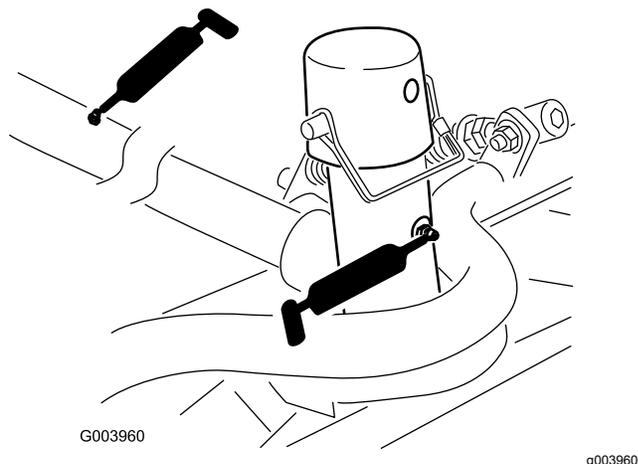

Рисунок 74
- Несущая рама и ось поворота режущего блока (по 2 шт.) (Рисунок 74)